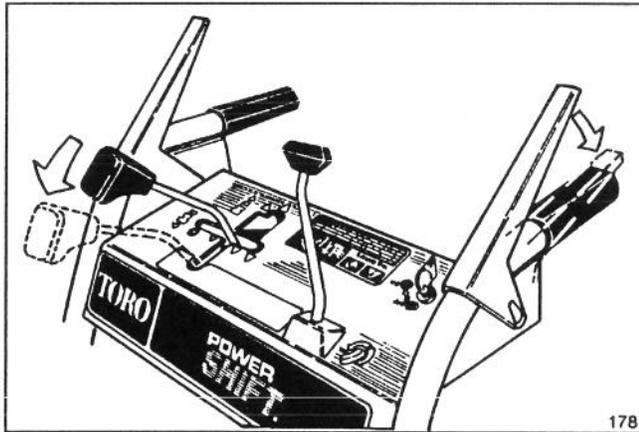

Figure 18
2. Pour orienter les roues vers l'avant ou vers l'arrière, tirez la commande de conversion sans la relâcher jusqu'au bout vers l'avant en position Power Shift (fig. 18).
3. Engagez le levier de commande de traction à fond pour alterner la position des roues (fig. 18 et 19).